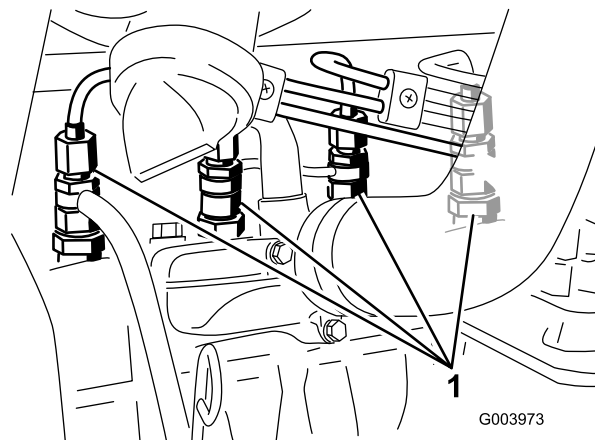

Figura 56
1. Allentate il raccordo dell'ugello n. 1 e il gruppo portaugelli (Figura 56).